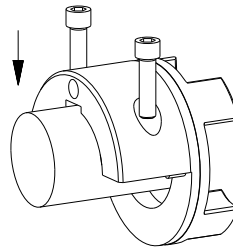

Bild 7
- Legen Sie den Nabengrundkörper mit eingesetzten Zylinderschrauben auf die Welle (siehe Bild 7).